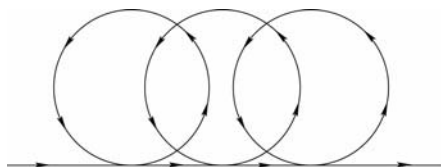

图 1-23 摆线示意图
3) 摆线走刀。摆线走刀是高速加工典型的刀位轨迹策略，摆线相当于一个圆沿着一条曲线作纯滚动时，圆上某一固定点的轨迹。采用这种刀具轨迹，刀具在切削时距某条曲线保持一个恒定的半径，从而可使进给速度在加工过程中保持不变，刀具的寿命较长，如图 1-23 所示。